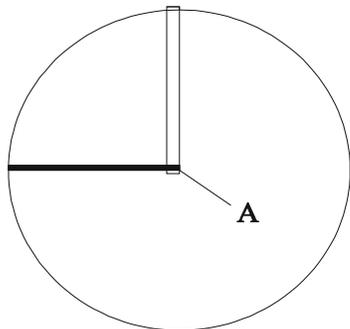
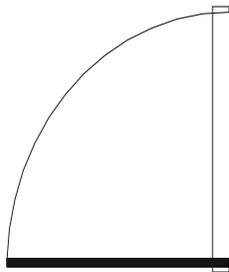

图 9-1-27
图 9-1-28
**STEP 07** 使用 CIRCLE 命令，以图 9-1-27 所示中的 A 点为圆心绘制圆。
// 按 F3 键打开捕捉功能，单击图 9-1-27 所示中的 A 点即指定圆心
**STEP 08** 使用 TRIM 命令，将如图 9-1-27 所示的图形修剪成如图 9-1-28 所示。